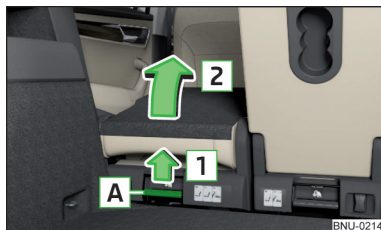

Fig. 90
- Tire de la palanca **A** » fig. 90 en el sentido de la flecha **1** y abatir el asiento en el sentido de la flecha **2**.